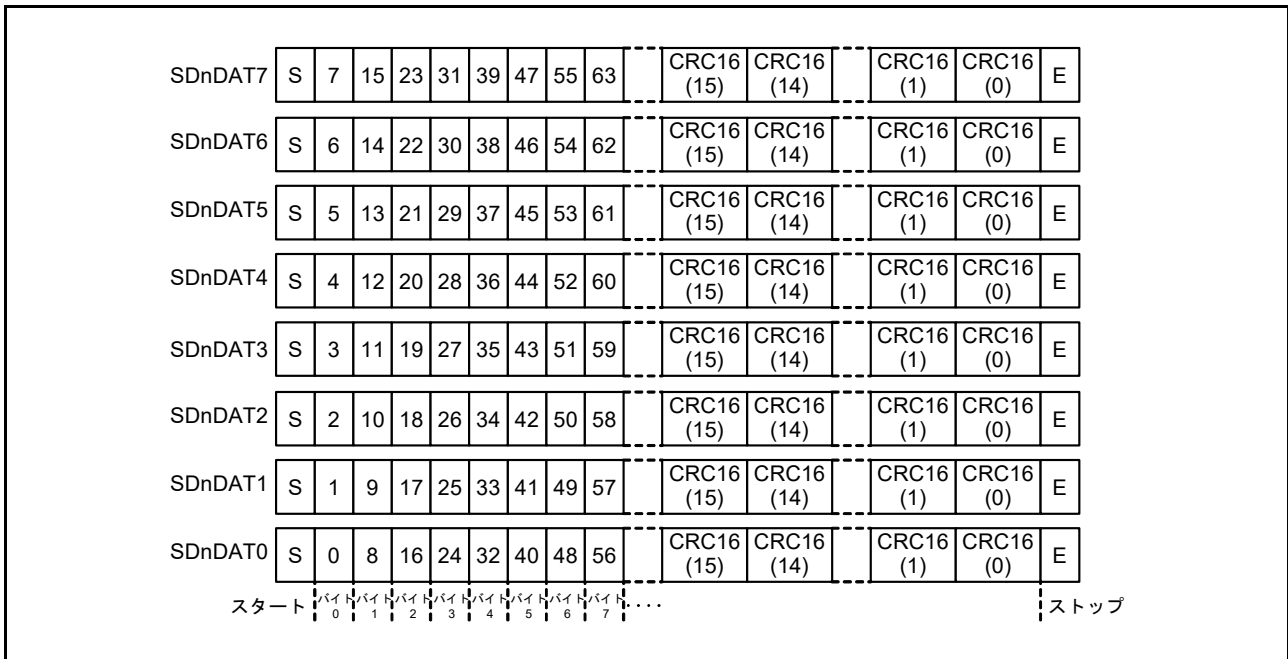

図 41.4 8ビット幅モードのSDnDAT
2. 受信データが MMC ホストインタフェースの SD_BUF に格納される (図 41.4 を参照)。